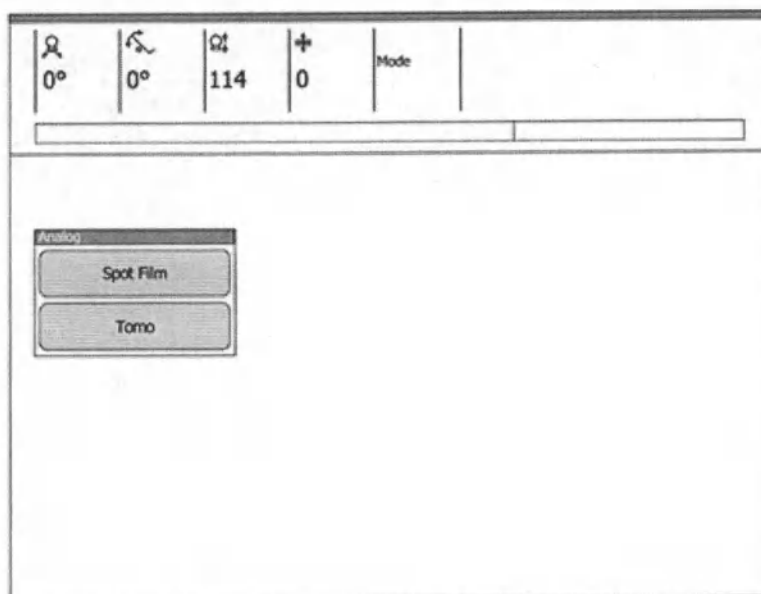

Рисунок 2.3 – Дисплей сенсорного экрана в аналоговом режиме
- в) аналоговый режим – работа с рентгеновскими кассетами в составе ЭСУ (Рисунок 2.3).